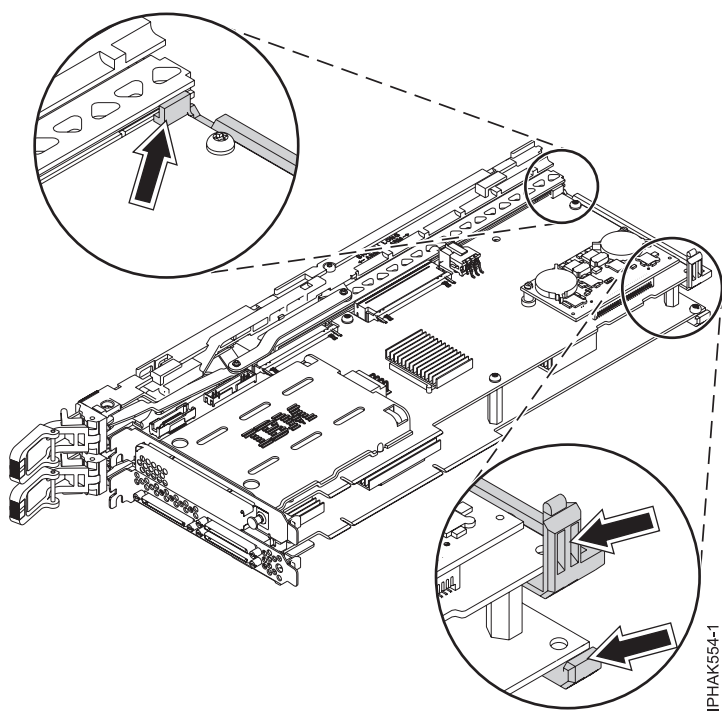

Figura 56. Col·locació de l'adaptador d'amplada doble al conjunt del casset
- b. Fixeu les osques dels braços posteriors del conjunt del casset a l'extrem posterior de l'adaptador d'amplada doble. Vegeu la Figura 56 a la pàgina 74. Quan es fixa la part superior dreta del conjunt del casset a l'adaptador, és possible que calgui ajustar el graduador per col·locar-la al seu lloc.